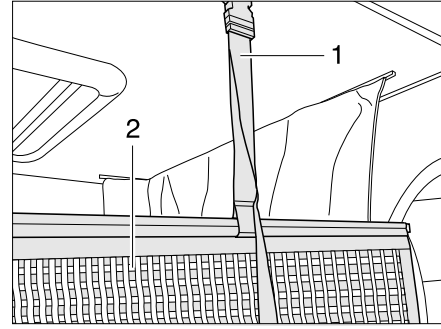

Fig. 174 Fixation filet de sécurité
Le filet de sécurité (Fig. 174,2) et les sangles de retenue sont rangés sous le matelas. Ne tendre le filet de sécurité qu'une fois que les personnes se trouvent dans le lit escamotable.
- Faire s'enclencher les sangles de retenue (Fig. 174,1) dans les œillets du plafond.